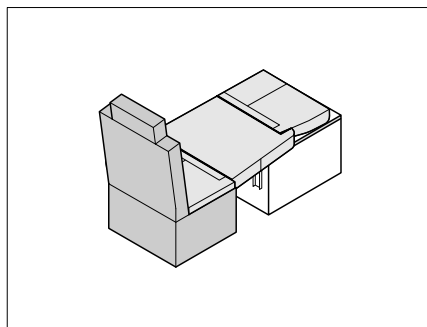

Fig. 227 Positionner les coussins d'assise
- Mettre en place les coussins de dossier et les coussins d'assise comme indiqué dans Fig. 227 sur la table abaissée.